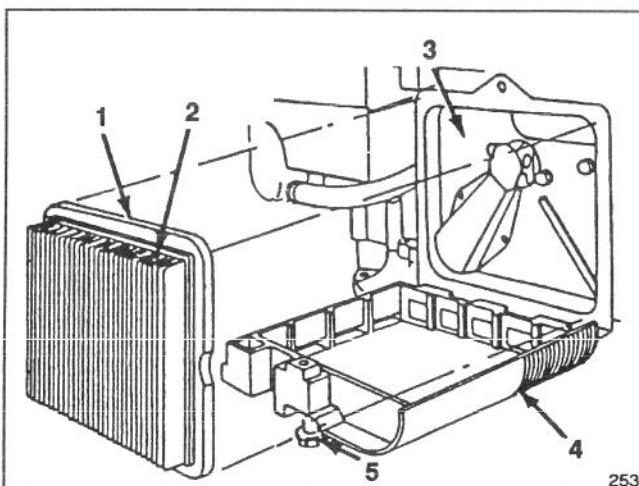

Abb. 16
- Den Papiereinsatz herausnehmen und wegwerfen (Abb. 16).
- Einen neuen Papierfiltereinsatz einlegen, so daß der Rand die Rückplatte berührt (Abb. 16).